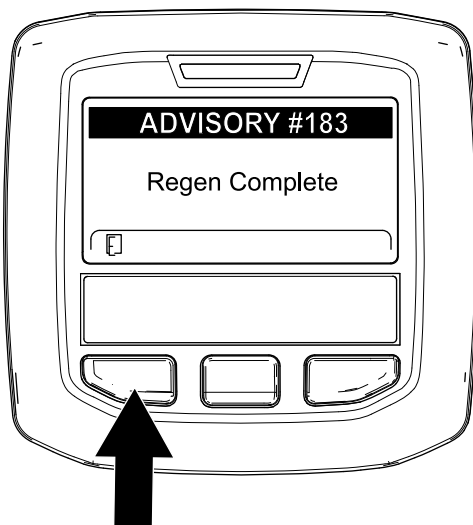

Bild 65
- Wenn der Motorcomputer eine geparkte Regenerierung oder eine Wiederherstellung-Regenerierung abschließt, wird im InfoCenter ADVISORY #183 (Bild 65) angezeigt. Drücken Sie die linke Taste, um den Homebildschirm anzuzeigen.